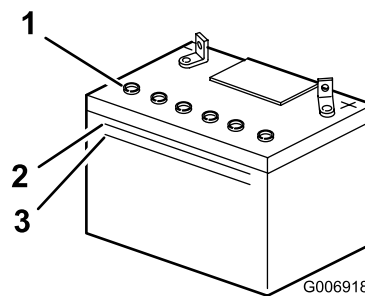

Figure 32
2. Observez le côté de la batterie. Le niveau de l'électrolyte doit atteindre le trait supérieur (Figure 32).
**Remarque:** Le niveau d'électrolyte ne doit pas descendre au-dessous du trait inférieur (Figure 32).
2. Enlevez les bouchons de remplissage (Figure 32).
3. Versez de l'eau distillée avec précaution dans chaque élément jusqu'à la partie inférieure du tube (Figure 32).